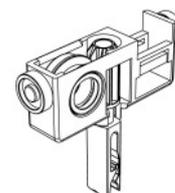
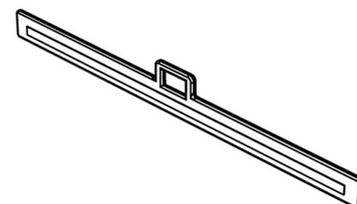

Abb. 3: Laufwagen
Abb. 4: Lamellenhalter
5. Ziehen Sie die Anlage zu, d. h. die Laufwagen (Abb. 3) müssen über die gesamte Schiene verteilt sein, und stellen Sie die Laufwagen durch Zug an der Wendekette schräg zur Schiene.
6. Nehmen Sie die Lamellen aus der Hülle und klemmen Sie den Lamellenhalter (Abb. 4) in die Aufnahme des Laufwagens (Abb.3)